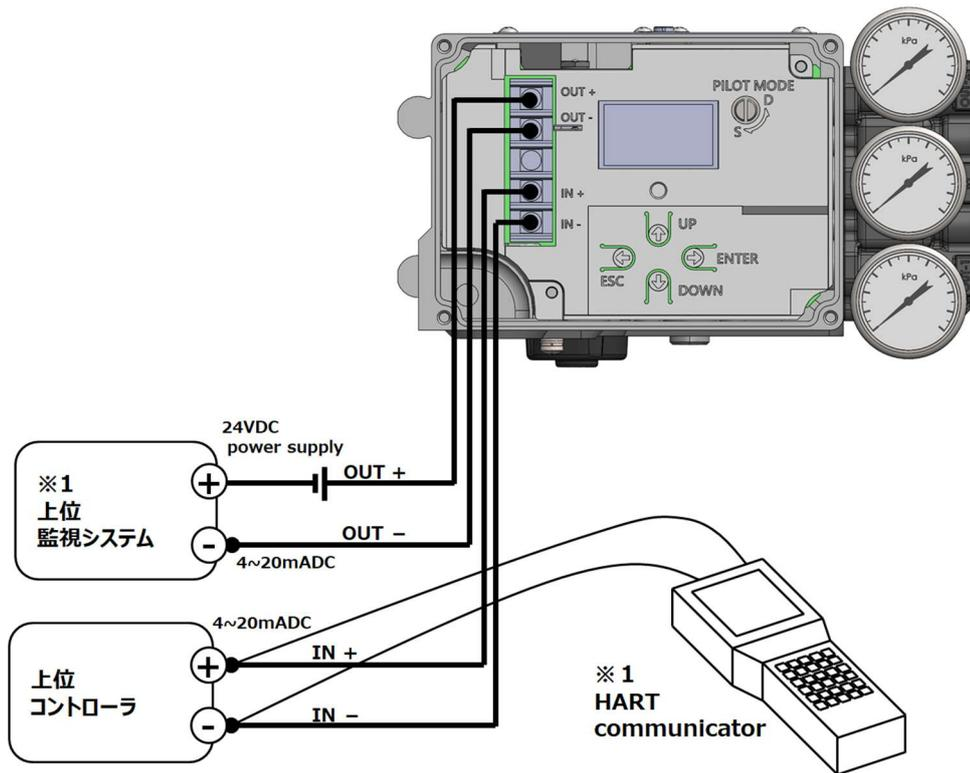

図 2.6d 接続端子部詳細
5. 接続端子部は図 2.6d のように部品の組立を行って下さい。